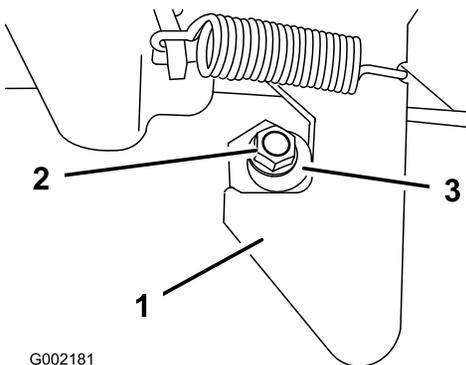

Figura 60
1. Desaperte a porca de bloqueio na extremidade do perno do trinco (Figura 60).
2. Rode o perno do trinco no sentido dos ponteiros do relógio até encostar à zona de gancho do trinco (Figura 60).